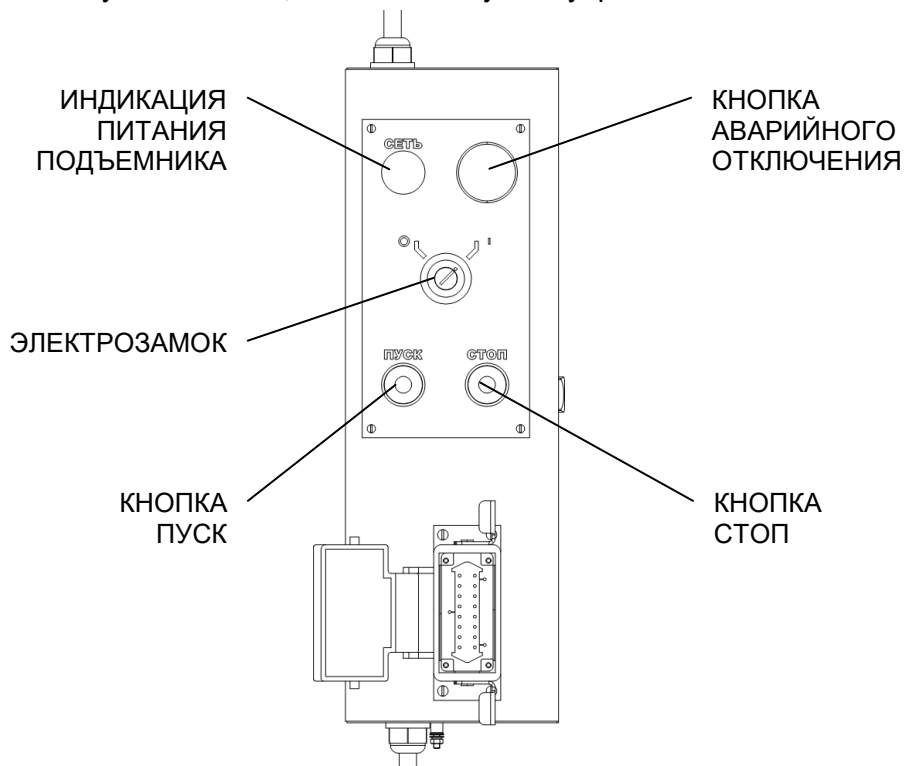

Рисунок 4.9 - Лицевая панель пульта распределения питания
4.2 Все стойки снабжены однотипными пультами управления 12, в каждом имеется контроллер синхронизации подъема/опускания и графический дисплей. На стойке главной №1 дополнительно установлен пульт распределения питания 14 с УЗО и электрозамком (рисунок 4.9). Конструкция каждой стойки включает следующие основные узлы и детали (рисунки 4.5, 4.6, 4.7):